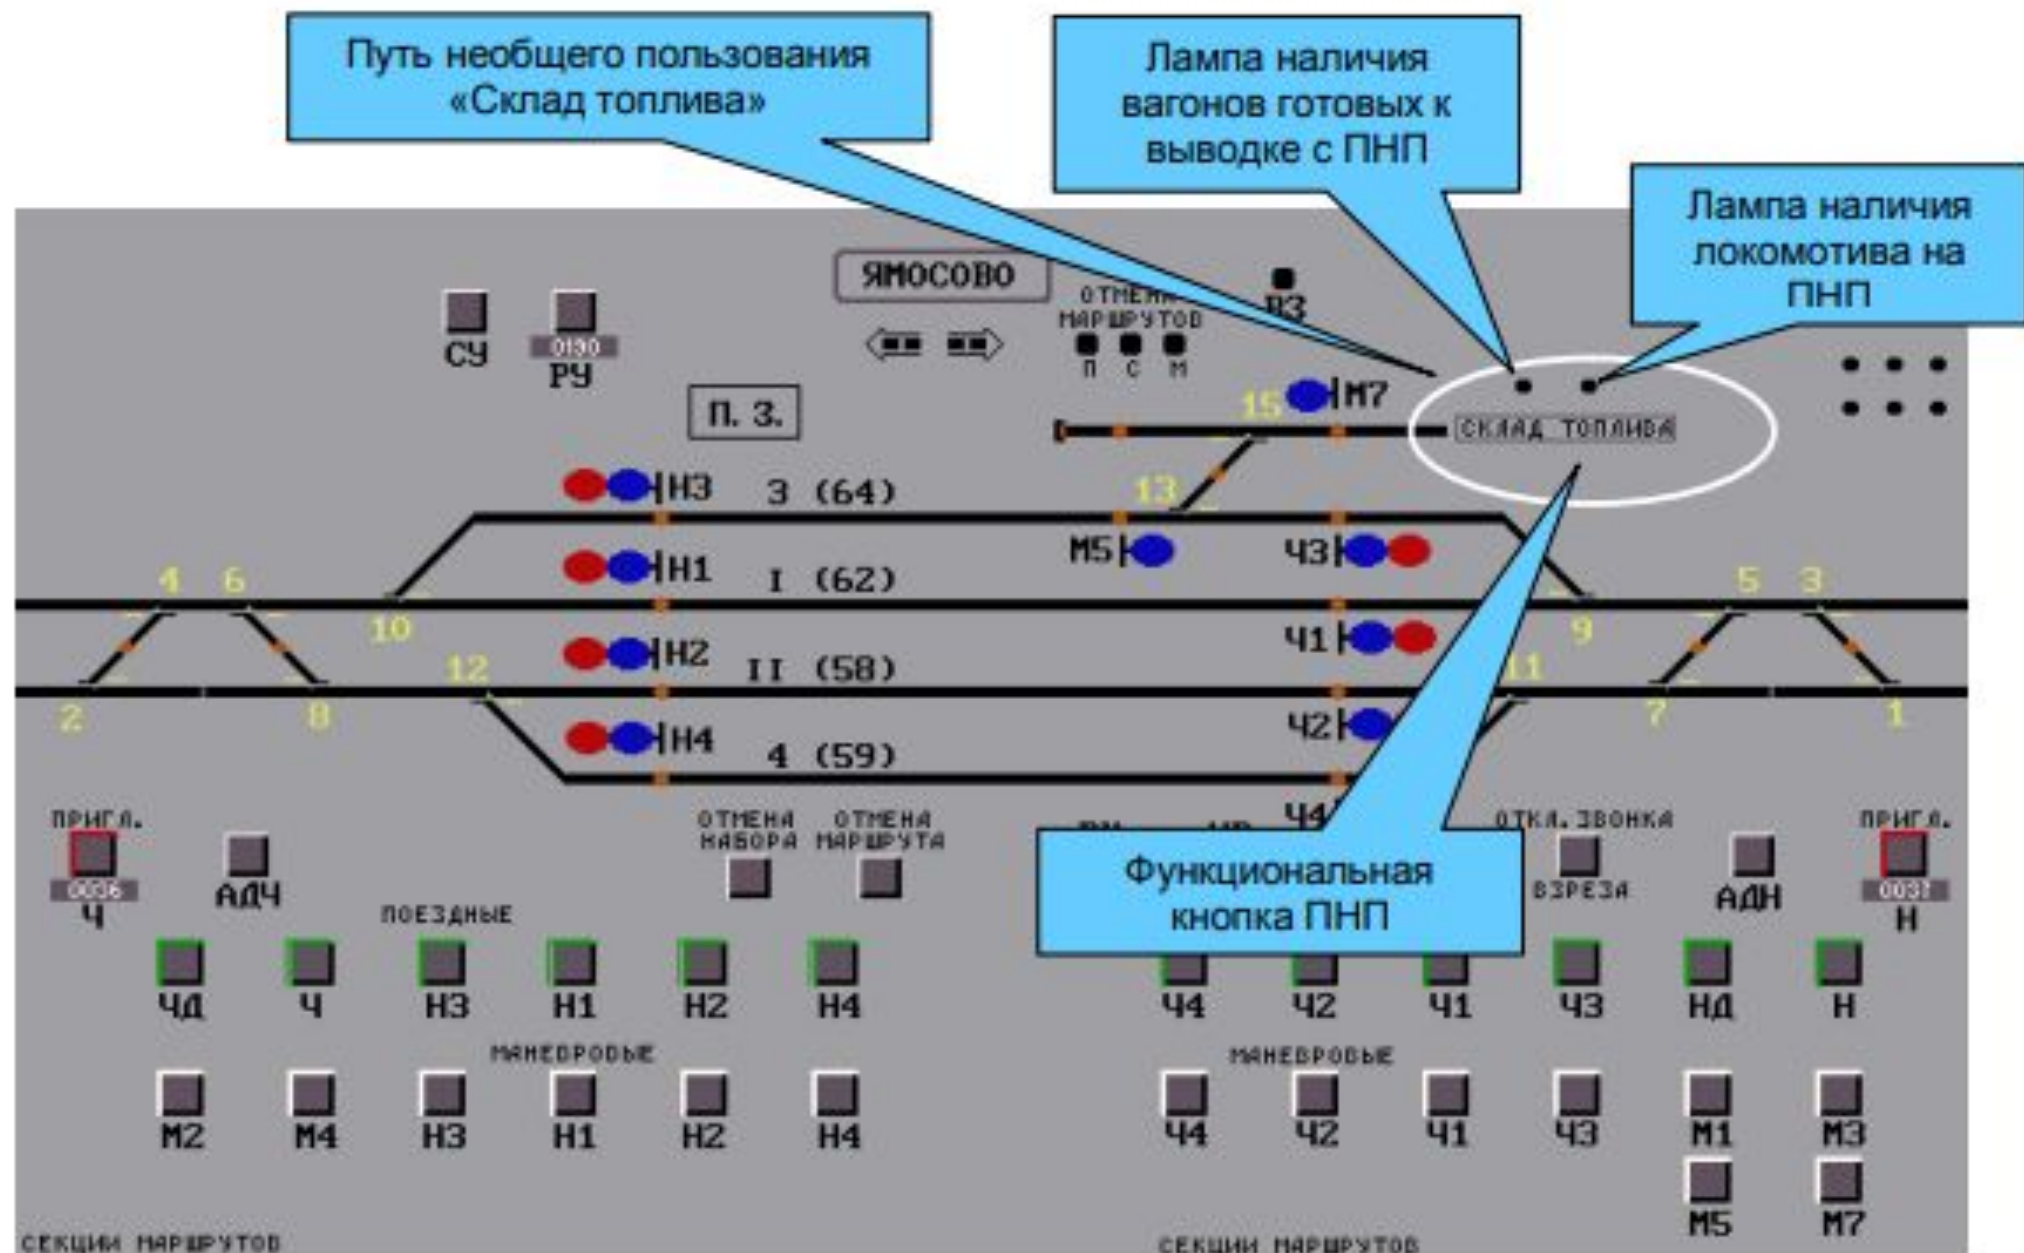

Рис.1 Пульт-табло станции.
Для работы с ПНП в Имитационном тренажере на пульт-табло станции нанесены две информационные лампы и функциональная кнопка с наименованием ПНП (рис. 1).
1. Нажатием левой клавиши мыши на функциональной кнопке ПНП (рис.1);